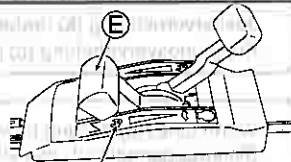

Abb. 16.
- 2 Stellen Sie den Gashebel (E) auf "STOP", um mit dem Mähen zu beginnen. (Siehe Abb. 16.)